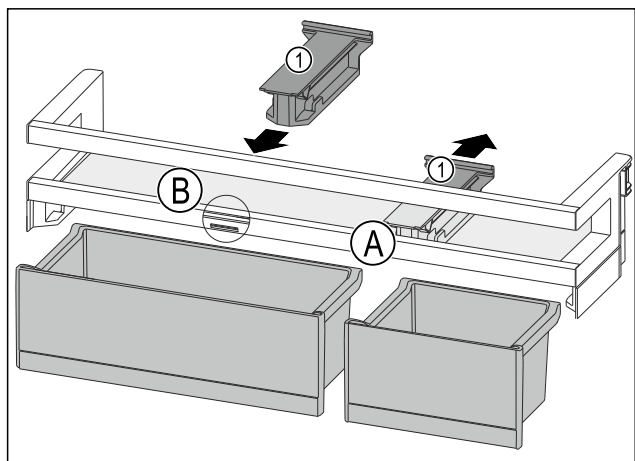

Fig. 188
- ▶ Držák Fig. 188 (1) v poloze Fig. 188 (A) stáhněte dozadu.
- ▶ Držák Fig. 188 (1) vložte v poloze Fig. 188 (B).